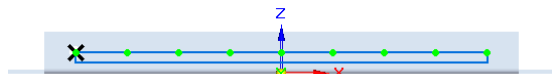

图 8.13.137 矩形阵列轮廓
(4) 绘制矩形阵列轮廓。单击“特征”区域中的  按钮，绘制图 8.13.137 所示的矩形。
① 定义阵列类型。在“阵列”命令条  后的下拉列表中选择 **固定**。
② 定义阵列参数。在“阵列”命令条 $X:$ 后的文本框中输入阵列个数为 9，输入间距为 25；在“阵列”命令条 $Y:$ 后的文本框中输入阵列个数为 1；单击右键确定。
③ 单击  按钮，退出草绘环境。
(5) 单击  按钮，完成特征的创建。